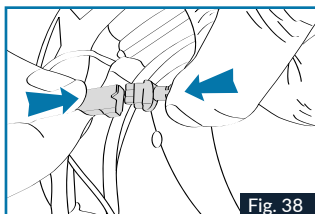

Fig. 38
10. Collegare la batteria (connettore nero a 3 derivazioni) e il gruppo comandi come indicato nella Fig. 38.